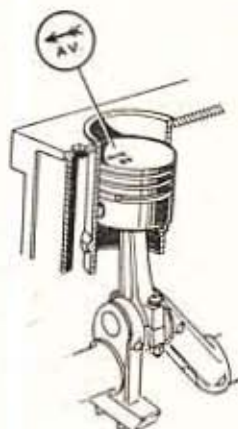

Fig. 48. — Orientation de la bielle et du piston
• Lorsqu'on regarde la bielle par son alésage avec le trou d'huile sur la gauche, le repère AV et la flèche sur le piston en place doivent être orientés vers soi (figure 48).